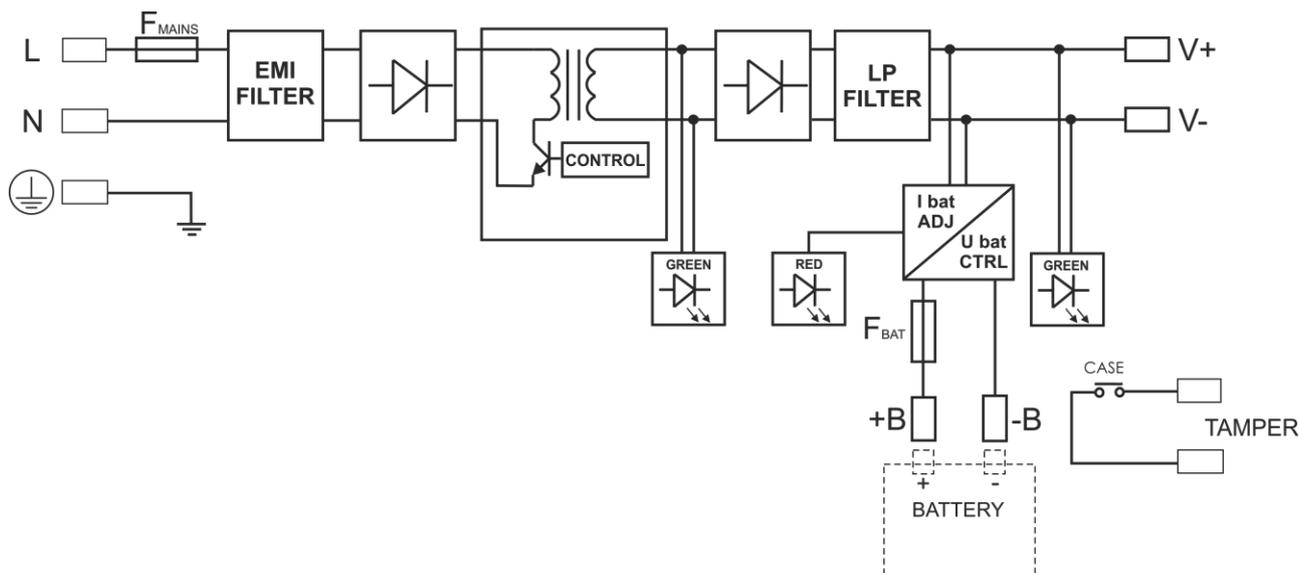

Fig.1. Schéma fonctionnel de l'alimentation électrique.
1.2. Schéma fonctionnel (rys.1).